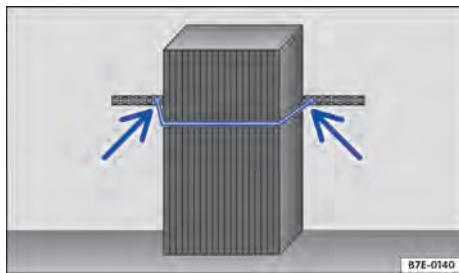

Fig. 92 Representação esquemática: fixar o volume de bagagem.
- Passar o cinto de retenção em torno do volume de bagagem → Fig. 92 para que ele fique seguro contra deslocamentos.